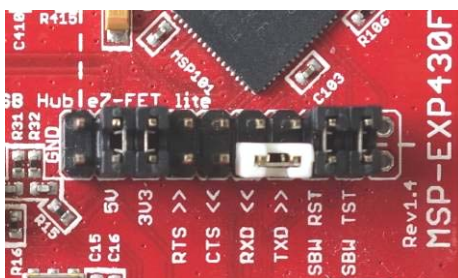

图 3.6.5 MSP430F5529LP 板上串口收发管脚短接
4. 短接 MSP430F5529LP 板上 RX 与 TX 引脚（**注意不是口袋板，是 F5529LaunchPad!**），可以看到单片机自发自收现象（图 3.6.5）